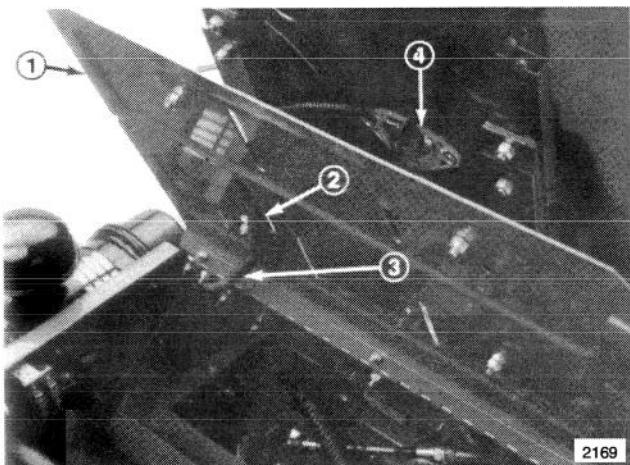

Figure 1
1. Placer le siège sur le socle en faisant correspondre les trous de montage (Fig. 1).
2. Glisser le serre-câble sur le fil de l'interrupteur du siège (Fig. 1).
3. Fixer provisoirement le serre-câble et le siège au socle du siège en insérant les boulons et contre-écrous dans le trou avant gauche du socle, sans les serrer à fond (Fig. 1).
5. Faire passer le fil de l'interrupteur du siège dans la fente du socle et enficher le connecteur dans la prise de l'interrupteur du siège (Fig. 1).